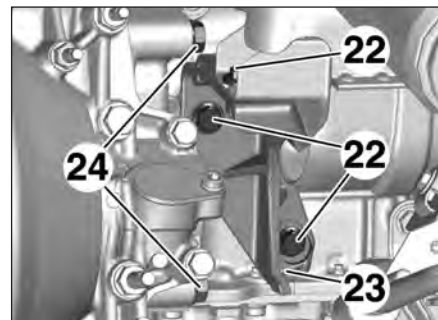

FIG. 14
- les vis (22) (Fig.14),
- le support du précatalyseur (23),
- les vis (24),